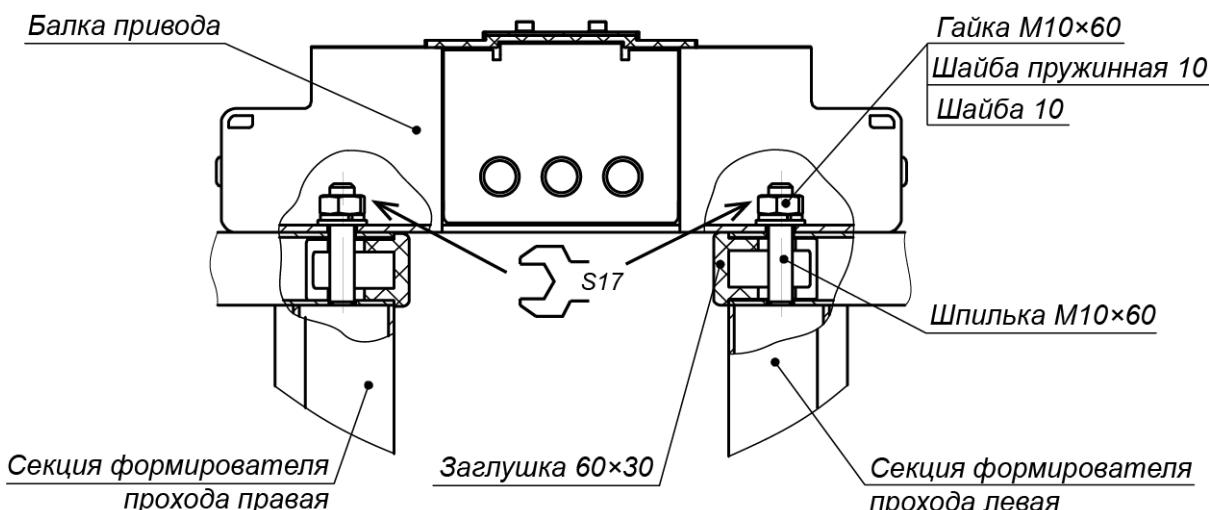

Рисунок 15. Крепление балки привода (8) к секциям (6) формирователя прохода
- Используя две стремянки, осторожно установите балку сверху на турникет, при этом две шпильки, расположенные на секциях (6) формирователя прохода, должны попасть в соответствующие отверстия в балке. Будьте внимательны – не повредите соединительные кабели!
- Придерживая балку, осторожно приподнимите ее со стороны стойки с преграждающими планками (5) и пропустите концы кабелей в соответствующие отверстия балки привода: кабели индикации (12) из балки опорной (7), а также кабели питания и управления из стойки с преграждающими планками (5) (для варианта прокладки внешних кабелей снизу). Временно закрепите их внутри балки (к примеру, с помощью скотча).
- Закрепите балку привода на секциях (6) формирователя прохода двумя гайками M10 с шайбами (см. рис. 15), навернув их на шпильки с помощью торцового ключа S17. Затяжка гаек предварительная, для возможности регулировки положения.